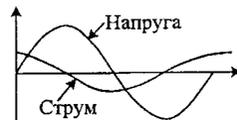

Рисунок 3.5 – Змінна напруга і струм на конденсаторі
**Ємнісний опір ( $X_C$ ):** заряджений конденсатор  $e$ , по суті, джерелом ЕРС, яка протидіє генератору. Коливання напруги відстають за фазою від коливань сили струму на  $\pi/2$  радіан (рис. 3.5). Середня за період потужність  $P = 0$ .